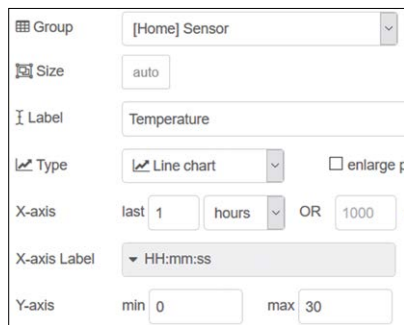

Figure 13.15 Configuration du diagramme de nœud
- Créer un **graphique** Node et configurer comme indiqué sur la figure 13.15